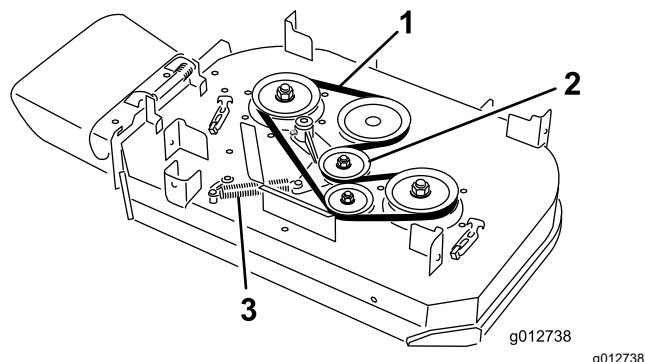

Figura 63
4. Sganciate la molla dal perno di ancoraggio sul braccio della puleggia tendicinghia (Figura 63).
5. Togliete la cinghia del tosaerba usurata (Figura 63).
6. Montate la nuova cinghia del tosaerba attorno alla puleggia della frizione, alle pulegge del piatto di taglio e alla puleggia tendicinghia (Figura 63).
7. Agganciate la molla al perno di ancoraggio sul braccio della puleggia tendicinghia (Figura 63).
8. Agganciate la molla al perno di ancoraggio sul braccio della puleggia tendicinghia (Figura 63).